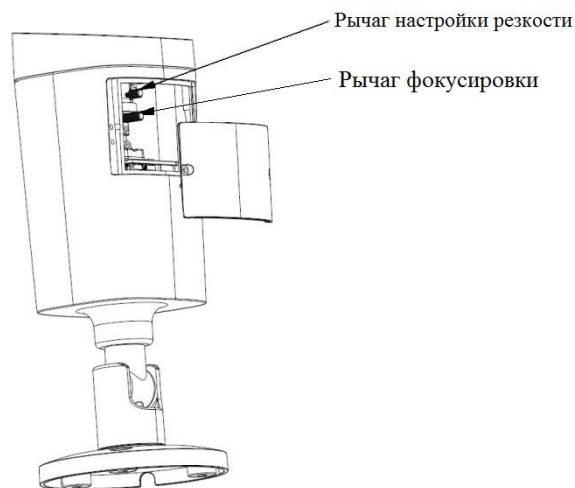

Рисунок 4
3.7 С помощью отвертки снимите нижнюю крышку и с помощью рычага изменения фокусного расстояния – выберите наиболее подходящий ракурс изображения. Настройте резкость, используя рычаг подстройки фокусного расстояния. С помощью отвертки затяните винты рычагов изменения фокусного расстояния и настройки резкости (рис.4).